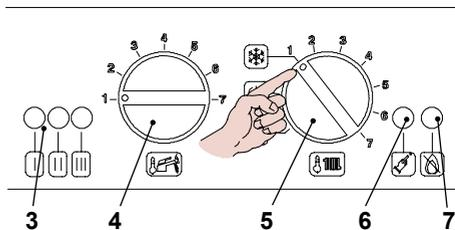
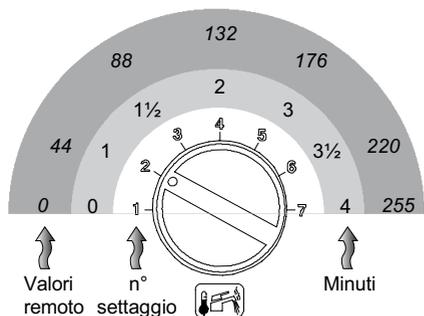
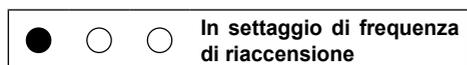
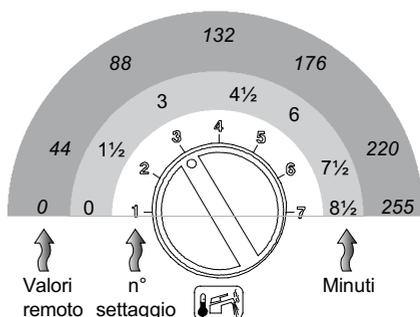

Figura 5.50
Figura 5.52
Figura 5.59
Figura 5.60
- Alimentate elettricamente la caldaia azionando l'interruttore bipolare previsto nella installazione; la lampada di segnalazione 3 in Figura 5.50 lampeggia ogni 4 secondi.
- Posizionare il selettore 5 come indicato in Figura 5.50 ; la lampada di segnalazione 3 lampeggia ad intermittenza circa ogni 2 secondi.
- Tenere premuto il pulsante di ripristino 6 in Figura 5.50 per circa 10 secondi, la lampada di blocco 7 inizierà a lampeggiare.
- Per settare il tempo di postcircolazione della pompa le spie di segnalazione 3 in Figura 5.50 devono essere visualizzate come in Figura 5.51 (legenda spie Figura 5.42).
- Se non si visualizza questa sequenza premere il pulsante di ripristino 6 in Figura 5.50 tante volte fino alla visualizzazione (1 volta).
Per visualizzare il settaggio impostato tenere premuto il pulsante di ripristino 6 in Figura 5.50 per circa 5 secondi. Le spie di segnalazione 3 lampeggeranno un numero di volte pari al settaggio (Figura 5.52).
- Per cambiare il settaggio ruotare la manopola regolazione temperatura sanitari 4 e posizionarla sul tempo prescelto Figura 5.52 (nella figura es. manopola settata per postcircolazione di un minuto), la lampada di segnalazione blocco 7 lampeggia velocemente.
- Per settare il tempo di frequenza di riaccensione le spie di segnalazione 3 in Figura 5.50 devono essere visualizzate come in Figura 5.59 (legenda spie Figura 5.42).
- Se non si visualizza questa sequenza premere il pulsante di ripristino 6 in Figura 5.50 tante volte fino alla visualizzazione.
in Figura 5.50 lampeggeranno un numero di volte pari al settaggio (Figura 5.60).
- Per cambiare il settaggio ruotare la manopola regolazione temperatura sanitari 4 in Figura 5.50 e posizionarla sul tempo prescelto Figura 5.60 (nella figura es.manopola settata per frequenza di riaccensione di tre minuti), la lampada di segnalazione blocco 7 lampeggia velocemente.